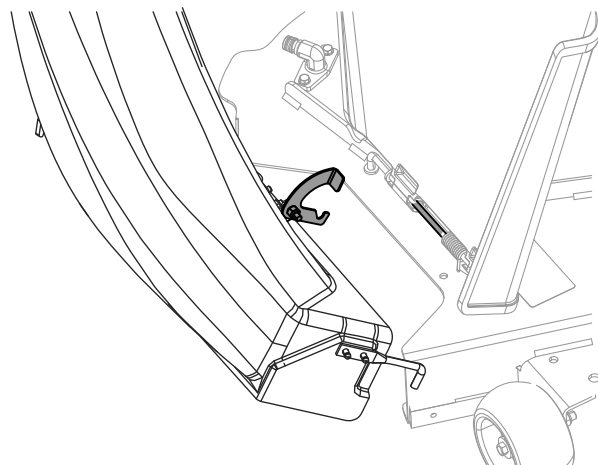

Figura 25
3. Pivotați jgheabul în spate și spre punte, astfel încât jgheabul să fie la același nivel cu puntea mainii de tuns iarba (Figura 25).